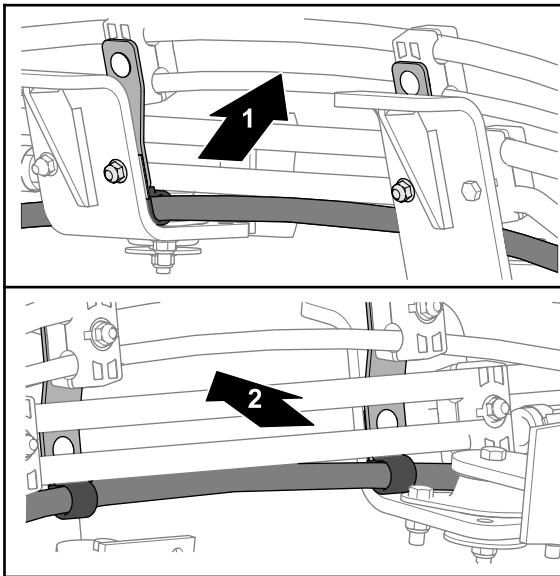

Figura 129
4. Sujete las placas de montaje de las abrazaderas y las abrazaderas en P a los soportes de montaje del motor (Figura 128 y Figura 129) con los 2 pernos de cuello cuadrado (5/16" x 1") y 2 contratuerca con arandela prensada (5/16").